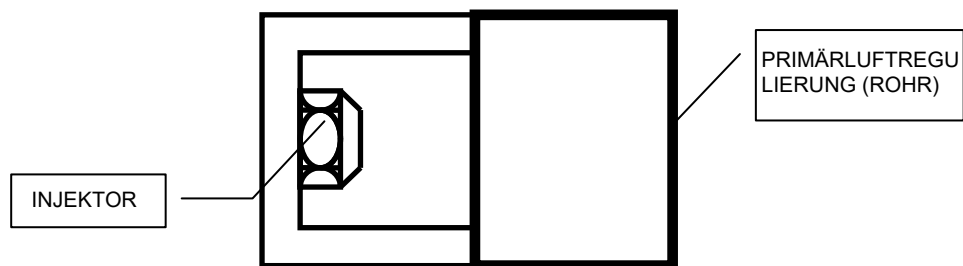

Abbildung 2
- Schrauben Sie die Einspritzdüse gegen den Uhrzeigersinn ab, wie in Abb. 2 dargestellt.
- Lösen Sie die Schraube (Abb. 2).
- Drehen Sie den rohrförmigen Brennerregler mit einigen leichten Bewegungen, bis eine stabile Flamme entsprechend der installierten Gasart erreicht ist (Abb. 2 und Tabelle 5).